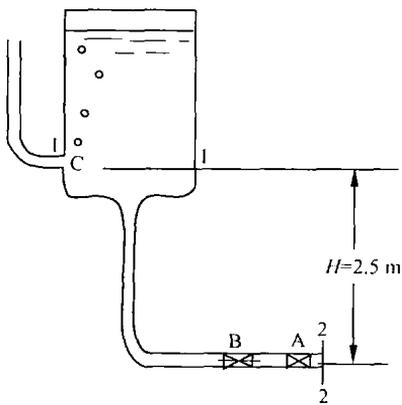

图 1-4
**例 1.3** 如图 1-4 所示管路, 封闭容器侧壁 C 处接一细管通大气, 底部接一弯管, 并在近出口处装一闸阀 A。已知管长为 5m, 管径为 20mm, C 处距管子出口处垂直距离为 2.5m, 阀门 A 开度为 1/2 ( $\zeta = 4.5$ ), 假设管内直管阻力系数为 0.02, 试求:
(1) 欲将流量减少 35%, 若采用关小 A 阀的办法, 则阀门 A 阻力系数  $\zeta$  有何变化?
(2) 若欲将流量在 (1) 调节的基础上再减少 1%, 仍采用调节 A 阀的办法, 则阀门 A 阻力系数  $\zeta$  又有何变化?
**解:** (1) 在如图 1-4 所示的 1-1 和 2-2